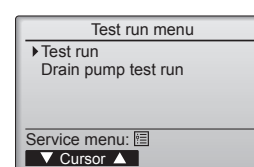

Fig. 7-2
- 2 Сынақты жүргізу мәзірінен «Test run» (Сынақты жүргізу) пәрменін таңдаңыз және [ТАҢДАУ] түймесін басыңыз. (Fig. 7-2)